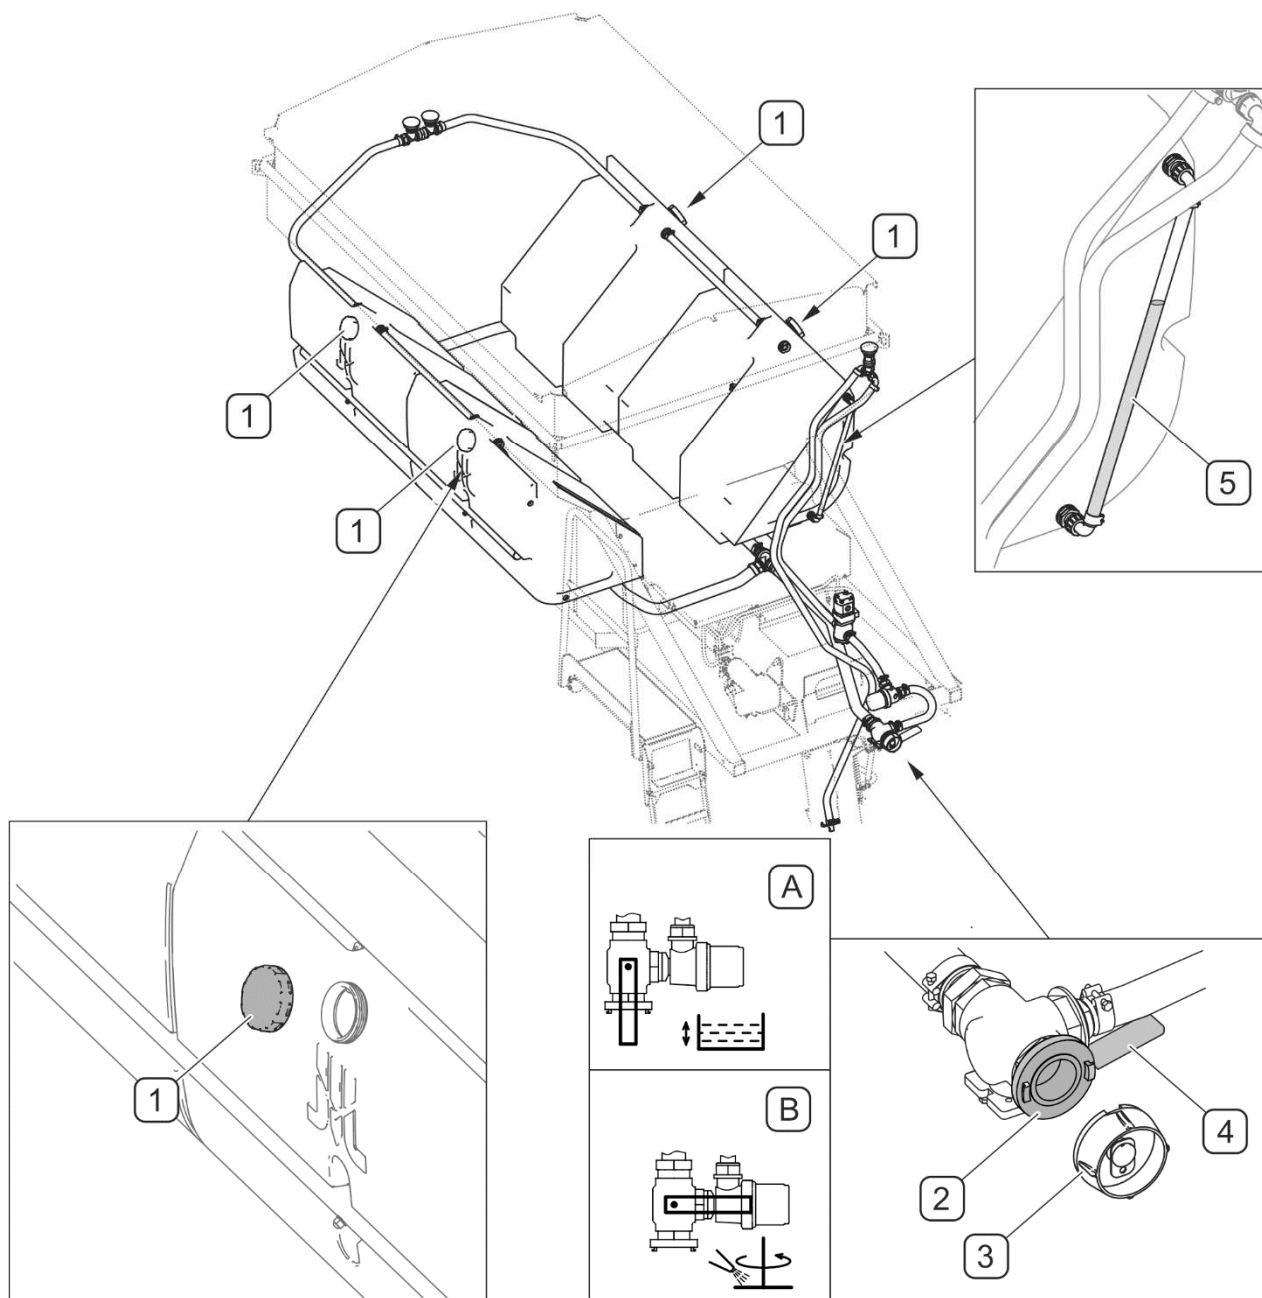

РИСУНОК 4.21 Наполнение емкостей соляным раствором
Наполнение емкостей соляным раствором (РИСУНОК 4.21) возможно через горловины в емкостях с заглушками (1) или через клапан (2) типа STORZ 52C с заглушкой (3).
С целью наполнения емкостей соляным раствором (РИСУНОК 4.21) через клапан (2) необходимо:
- установить рукоятку (4) клапана в положение (B),
- отвинтить заглушку (3) и подсоединить к клапану (2) наполняющий шланг,
- рукоятку (4) клапана установить в положение (A) и начать наполнение,
- для контролирования уровня раствора служит указатель (5), размещенный на емкости,
- по окончании наполнения рукоятку (4) нужно перевести в положение (В),
- отсоединить шланг и завинтить заглушку (3).